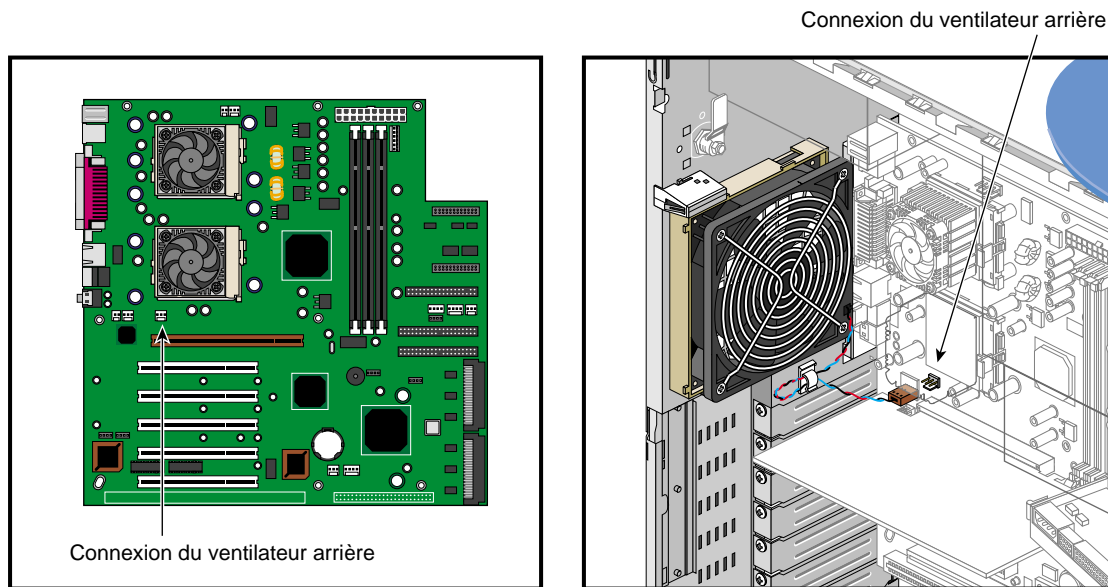

Figure 2-13 Branchement du câble du ventilateur arrière
3. Débrancher le câble du ventilateur de la carte mère. La Figure 2-13 page 34 montre la position des connexions du câble du ventilateur.
10. Brancher le câble du ventilateur. La Figure 2-13 montre la position de la connexion du câble du ventilateur arrière.